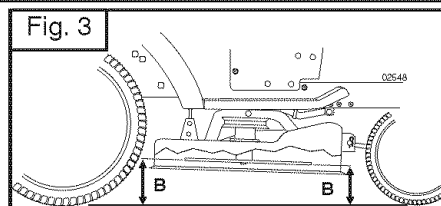

Fig. 3
- Position any blade so the tip is pointing straight forward. Measure distance (B) to the ground at front and rear tip of the blade (Fig. 3).
- Stellen Sie jede Klinge so, dass die Spitze geradeaus nach vorne zeigt. Messen Sie den Abstand (B) vom Boden zur vorderen und zur hinteren Spitze der Klinge (Fig. 3).
- Placez les lames de façon à ce que la pointe soit orientée vers l'avant. Mesurez la distance (B) entre le sol et les pointes avant et arrière de la lame (Fig. 3).
- Avec une clé réglable ou de 11/16 pouce, desserrez le contre-écrou (A) de plusieurs tours pour libérer le contre-écrou B.
- Posicionar todas las hojas de modo que la punta esté dirigida hacia adelante. Medir la distancia (B) hasta el suelo en la punta delantera y trasera de la hoja (Fig. 3).
- Posizionare tutte le lame in modo tale che la punta risulti dritta, rivolta in avanti. Misurare, a livello della lama, la distanza (B) intercorrente da terra (Fig. 3).
- Plaats alle messen zo, dat de punt recht vooruit wijst. Meet de afstand (B) tot de grond bij de voorste en achterste punt van het mes (Fig. 3).